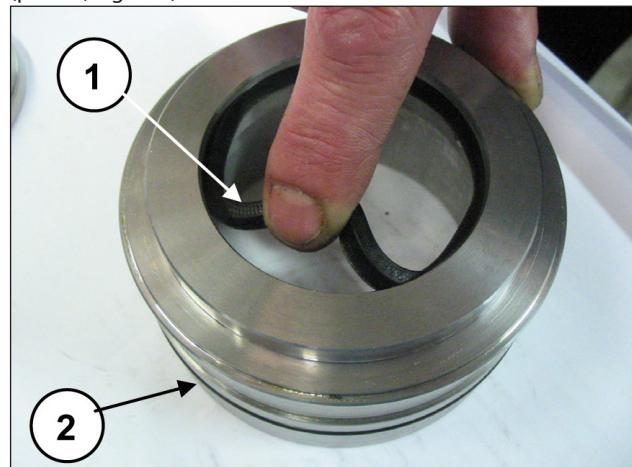

Fig. 196
Introducir la junta de baja presión en el soporte de juntas KC (pos. ①, Fig. 196) de manera que el labio de estanqueidad esté orientado hacia delante (hacia la cabeza) y la junta tórica (pos. ②, Fig. 196).